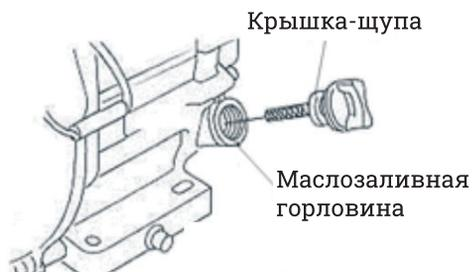

Рис. 10.1
1. Уровень масла следует проверять перед каждым запуском двигателя. Открутите крышку-щуп с горловины маслозаливного патрубка и протрите измерительный щуп. (см рис. 10.1)